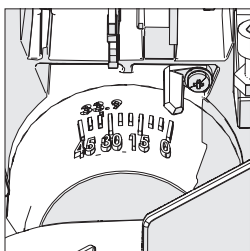

Abb. 23
- Neigen Sie den Schneidkopf in den gewünschten Winkel. Die Einstellung wird durch einen eingearbeiteten Winkelmesser erleichtert. (Abb. 23)